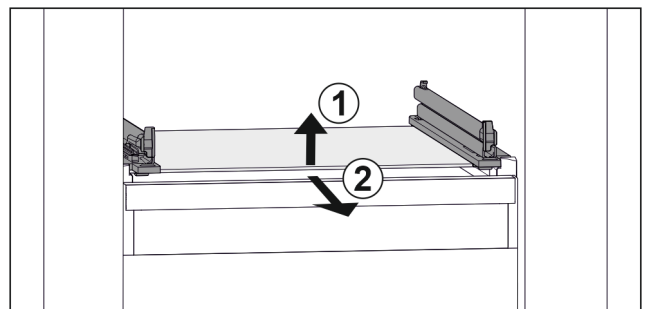

Fig. 111 玻璃隔板例图
- ▶ 抬起玻璃隔板前部。 Fig. 111 (1)
- ▶ 向前取出玻璃隔板。 Fig. 111 (2)